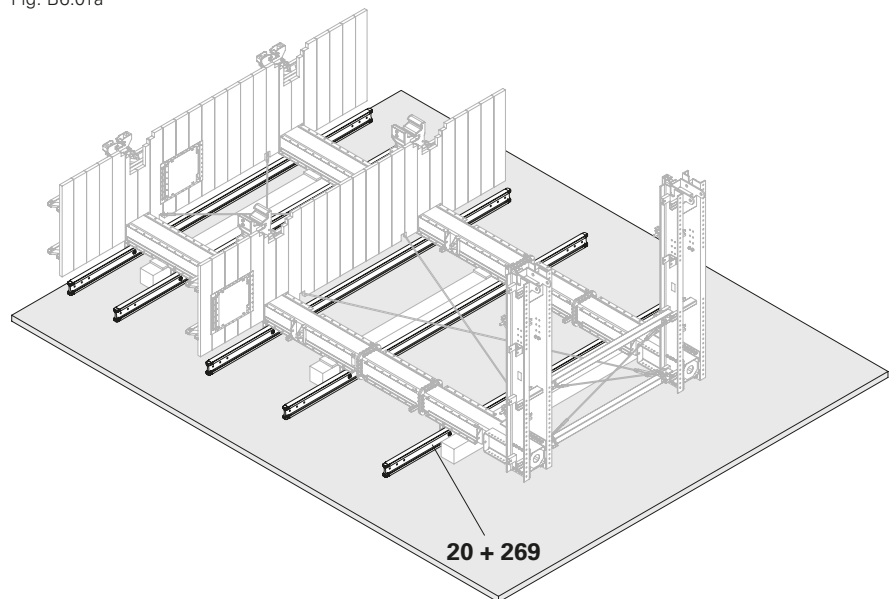

Fig. B6.02
4. Screw the Girder VT 20 (**20**) onto the Ladder Cage Connection VT 20 ACS (**54**) using Bolt ISO 4014 M16 x 90-8.8 (**211**), Washer ISO 7094 100 HV A 16 (**212**) and Nut ISO 4032 M16-8 (**213**). (Fig. B6.02 + B6.03)